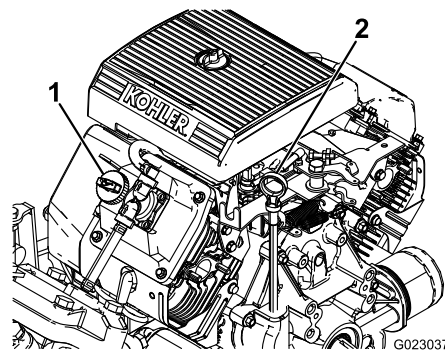

图40
2. 取出量油尺，用干净的抹布擦拭（图40）。将量油尺插入量油尺管道中，并确保它完全插入。取出量油尺并检查油位。
3. 如果机油油位较低，请从气门室盖（图40）上拆下加油颈盖，从开口处注入机油，直至油位达到量油尺上的“已满”标记。在此过程中应缓慢添加机油并不时检查油位。切勿过量添加。
8. 慢慢从加油颈（图40）注入规定油量的大约 80%。